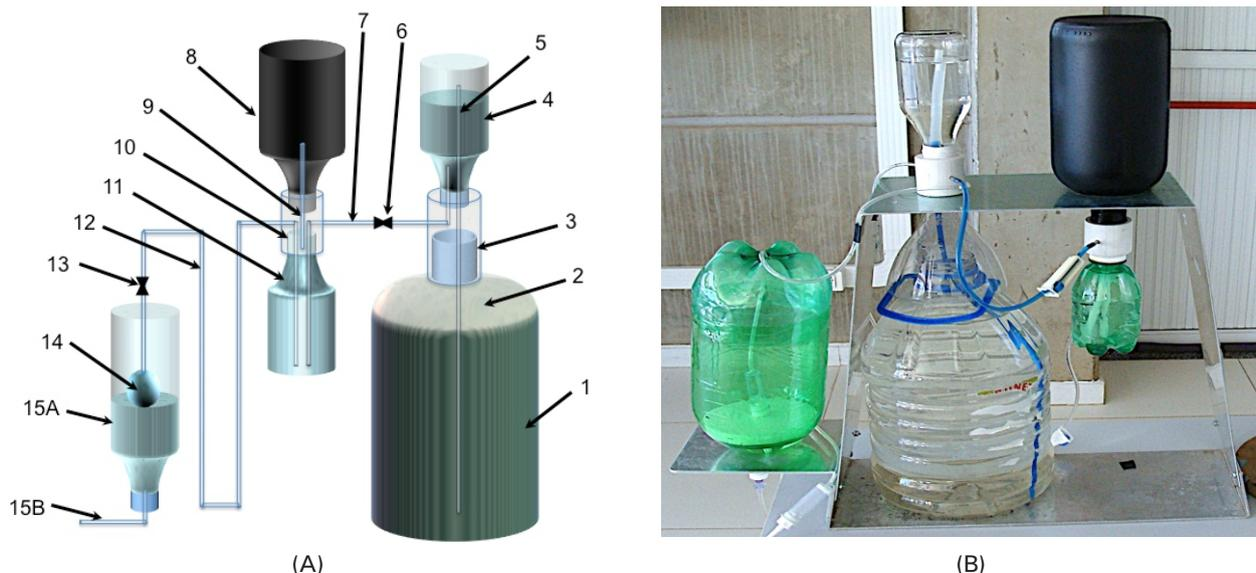
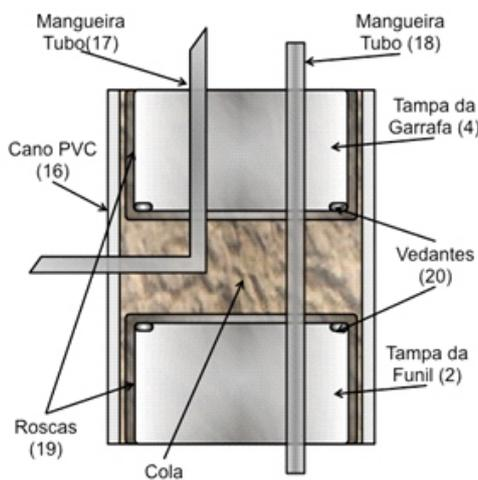

Figura 1. (A) Esboço do Irrigador Solar; (B) Foto de um irrigador solar.
Figura 2. Acoplador (3).
O irrigador solar é composto pelas partes mostradas na Figura 1(A), enquanto a Figura 1(B) serve para ilustrar realisticamente o irrigador solar, onde se pode ver as mesmas partes apresentadas na Figura 1(A). Nesta figura, a descrição por números e nomes é para facilitar a clareza do funcionamento e a identificação das peças necessárias para construir um irrigador solar, quais sejam:
O recipiente ou garrafa (4) forma um sifão "fonte", que serve de passagem e/ou de interrupção do fluxo de água. Na ausência desta garrafa, o sistema não funcionaria devidamente. Ela deve ser preenchida parcialmente com água no momento da montagem do sistema, deixando um volume de ar, como mostra na Figura 1. O volume de água desta garrafa nunca reduz quando está em funcionamento. Caso isto ocorra, significa que houve equilíbrio da pressão interna com a atmosférica, e que o acoplador (3) não cumpriu com seu papel adequadamente, sendo assim necessário melhorar a vedação.
O duto alimentador (7) faz a ligação entre os recipientes (4) e (11), como mostrado na Figura 1. Este duto pode ser estrangulado (abre ou fecha) pela válvula (6), se houver necessidade. Este duto começa no interior da garrafa (4), sai do acoplador (3) e entra na garrafa (11) pelo acoplador (10) até o fundo desta.
O acoplador (10) serve apenas para fixar as garrafas (8) e (11), além dos dutos (7) e (12) mostrados na Figura 1. Os acopladores (3) e (10) devem garantir a vedação, pois sem isto o sistema não funciona.
A garrafa (11) é um item importante, pois o processo inicia-se a partir dela, que deve estar totalmente cheia de água ao se montar o sistema. O duto (12) deve ter a forma de sifão invertido, como indicado na Figura 1(A). Deve sair da garrafa (11) através do acoplador (10), descer a altura do recipiente (1) e tornar a subir aproximadamente ao nível do acoplador (10), voltando a descer até a boia (14) no distribuidor (15) (Figuras 1, 4 e 5). Sem isto, o controle e reabastecimento da garrafa (11) não ocorreria. Assim, é necessário que se forme o sifão invertido. Sua função é impedir que o ar atmosférico entre em (11) e ocupe o volume que deveria ser reabastecido pela água vinda de (1) quando a bomba ou garrafa (8) se esfria.
A garrafa coletora (15A) e o duto (15B) juntamente com a mangueira de irrigação (não mostrada na Figura 1(A)) formam o distribuidor de água. Este dispositivo tem uma seção neste texto sobre como montá-lo.
A Figura 1 apresenta tanto um esboço do irrigador solar como a foto de um pequeno sistema composto por garrafas (recipientes), onde a garrafa (8) pintada de preto, ao receber a luz solar se aquece e, por sua vez, transmite o calor para o ar no seu interior. Vale salientar que uma garrafa de vidro âmbar (marrom) também possibilita o aquecimento, mas com menor eficiência, isto é, mais lentamente se comparado à garrafa preta.
O componente, garrafa (4), é essencial no processo de funcionamento deste tipo de irrigador. Esta garrafa não deve ser totalmente preenchida por água, como já citado. Deve-se deixar um volume de ar no topo, como mostra a Figura 1. Sugere-se cerca de 3,0 cm de espaçamento entre o nível da água e a base da garrafa. Note que a extremidade do duto (5) emerge da água para o volume de ar. Também, sugere-se que a extremidade deste duto fique cerca de 1,0 cm acima do nível de água.
- B) faça um furo fora do centro (Figura 2) na tampa da garrafa PET que será o funil (2) mostrado na Figura 1. Use a broca, arame ou prego quente. Não retire os vedantes já existentes nas tampas;
- C) faça dois furos na tampa da garrafa que será o recipiente (4), como demonstrado na Figura 2. Um dos furos deve coincidir com aquele feito no item B.
- D) fure lateralmente o pedaço de cano de PVC, na metade da sua altura, como na Figura 2;
- I) depois de seco, passe pelo furo desta tampa um pedaço da mangueira de comprimento correspondente à altura dos recipientes (1) e (4), lembrando de deixar o comprimento necessário para formar o duto (5). Passe cola em volta da mangueira e deixe secar. Depois, verifique se a mangueira está bem firme. A parte da mangueira que sai por dentro da tampa irá para o recipiente (1), enquanto a parte que se prolonga dentro do cano de PVC será a seção interna à garrafa (4);
A montagem deve ser similar ao esboço na Figura 2.
1 - ligar nas extremidades do tubo (18) (Figura 2) dois pedaços de mangueiras com comprimento conforme as profundidades dos recipientes (1) e (4), ou deixar a mangueira no tamanho apropriado quando estiver construindo o acoplador (3). Nas extremidades cortar em "V" ou na diagonal. Forma-se assim, o duto de sucção (5);
7 - encher todos os recipientes com água. No recipiente (4), deve ficar um espaço com ar após concluída a fixação de (4) ao acoplador (3) (Figura 1), como já mencionado. Encher completamente o recipiente (11). O recipiente (1) pode ser instalado conforme descrito no item 9;
14 - manter a válvula (6) aberta e a (13) fechada, depois pressionar lentamente o recipiente (11), se for de plástico, para tirar o ar de dentro do duto (7) que entrará na garrafa (4). Figura 1. A água de (11) segue por (7) até a garrafa (4) e também para a garrafa (8) pelo tubo (9). O ar que for empurrado para esta garrafa (4) fará parte do volume de ar já existente nela;